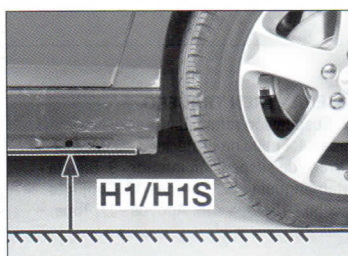
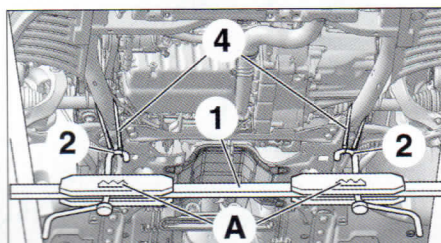

FIG. 1
FIG. 3
H1, H1S: distancia comprendida entre el nervio de la talonera delantera y el suelo (**fig. 1**).
- Colocar las cinchas (4) equipadas con sus anillas (2) sobre los largueros delanteros (**fig. 3**).
- Colocar el compresor de suspensiones (1).
- Escoger el centraje (A) mejor adaptado para tirar de las cinchas lo más verticalmente posible.
- Colocar los pasadores (3) en los emplazamientos de medición (**fig. 1**).